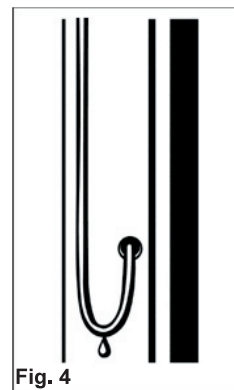

Fig. 4
7. Um das Eindringen von Wasser in den Mast oder das Mauerwerk zu verhindern, sollten Sie mit dem Kabel einen „Wassersack“ bilden (Abb. 4)
7. In order to avoid ingress of moisture in the mast or brickwork, make a 'water sack' with the cable (Fig. 4)
7. Pour empêcher l'infiltration de l'eau dans le mât où le mur, il est recommandé de faire 'un sac d'eau' avec le câble (Fig. 4)